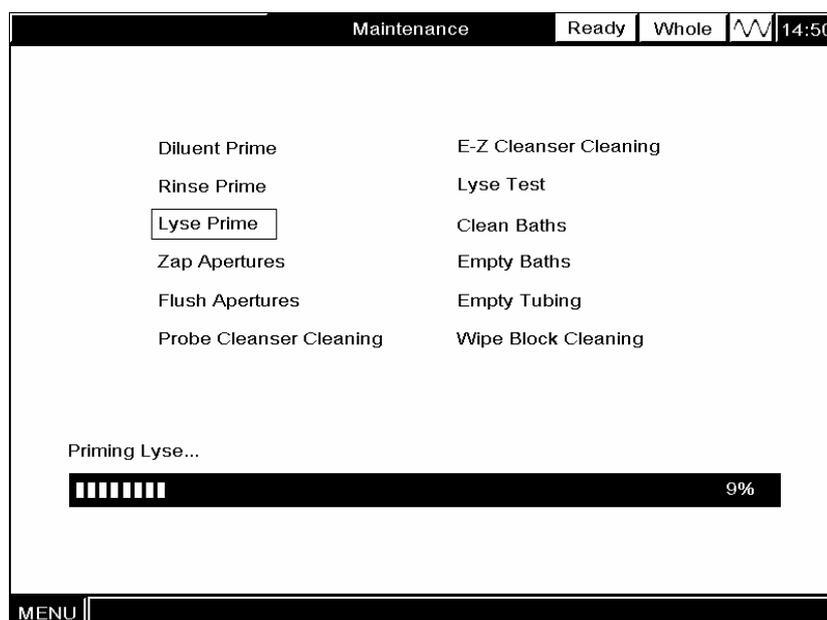

Abbildung 10-5 "Lyselösung laden"-Anzeige
**WÄHLEN** Sie in der **“Wartung”**-Anzeige **“Lyselösung laden”**, um die Schläuche mit Lyselösung zu beladen. Der Fortschritt des Beladungsvorgangs wird am unteren Rand der Anzeige wiedergegeben, wie in Abbildung Abbildung 10-5 dargestellt. Sobald der Beladungsvorgang beendet ist, erscheint auf dem Bildschirm die Anzeige **“Lyselösung laden Ende”**.